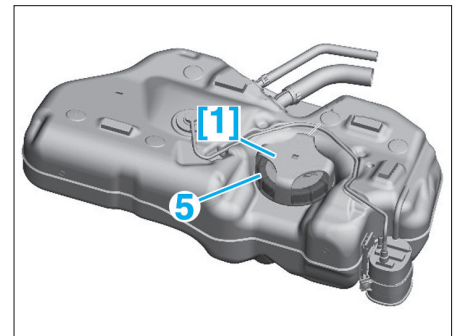

Fig. 31
- [1]. Griffes de bague-écrou de pompe/jauge à carburant (ref : 310-069) (Fig.31).
- A l'aide de l'outil [1], déposer la bague-écrou (5) (Fig.31).